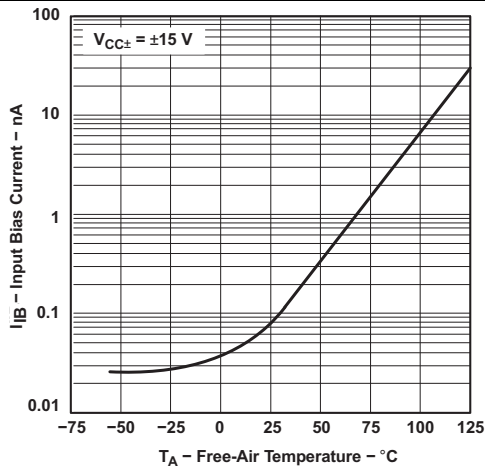

图 1. 输入偏置电流与自然通风温度间的关系
(1) 除非另有说明，所有特性均在开环条件下以零共模电压测定。
(3) FET 输入运算放大器的输入偏置电流是正常的结反向电流，此电流对温度敏感，如图 1 所示。必须使用脉冲技术来保持结温尽可能接近环境温度。
- (1) FET 输入运算放大器的输入偏置电流是正常的结反向电流，此电流对温度敏感，如 图 1 所示。必须使用脉冲技术来保持结温尽可能接近环境温度。
- (2) 除非另有说明，所有特性均在开环条件下以零共模电压测定。完整范围为 $T_A = -55^\circ C$ 至 $+125^\circ C$ 。
(1) FET 输入运算放大器的输入偏置电流是正常的结反向电流，此电流对温度敏感，如图 1 所示。必须使用脉冲技术来保持结温尽可能接近环境温度。
(2) 除非另有说明，所有特性均在开环条件下以零共模电压测定。完整范围为 $T_A = -55^\circ C$ 至 $+125^\circ C$ 。